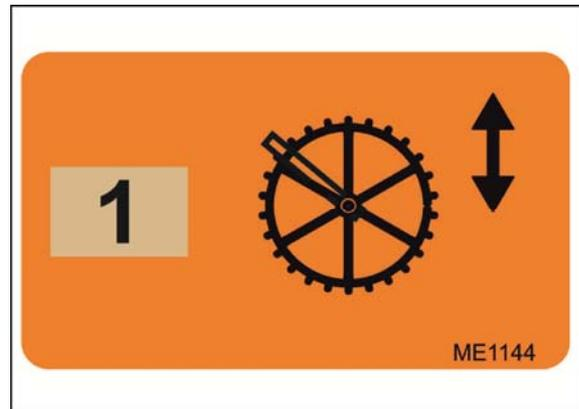
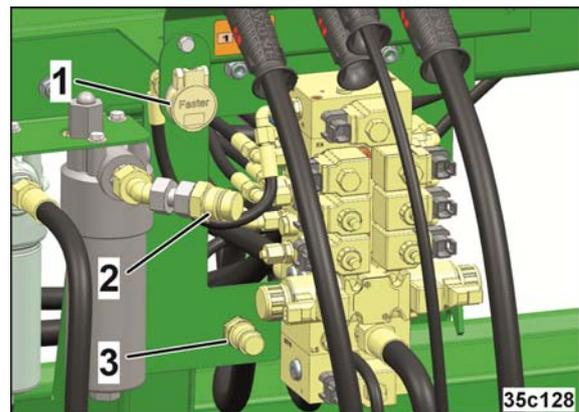

Fig. 39
Fig. 40
⁽¹⁾ ED xx00-2FC: In Verbindung mit einem hydraulischen Säaggregatantrieb muss der Gebläse-Rücklauf vom Frontbehälter in den Säaggregatantrieb (Fig. 40/2) eingespeist werden. Dieser ist nicht druckfrei. In dem Fall ist ein zusätzlicher Leckölanschluss vorhanden (Fig. 40/3).
- Spornradaushub (*natur*) (Fig. 39), nur bei Standard- und Komforthydraulik
- Spornradaushub (*natur*) (Fig. 39 an Fig. 40/1), nur für Profihydraulik
- Dosier-Hydraulikmotor (*rot*), (Fig. 40/2)
- Leckölanschluss (*rot*), (Fig. 40/3), in Verbindung mit einem hydraulischen Säaggregatantrieb.